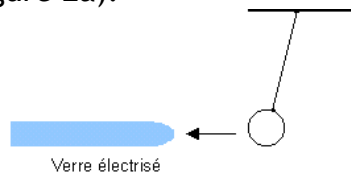

Figure 2a
- La balle de sureau est attirée (figure 2a).